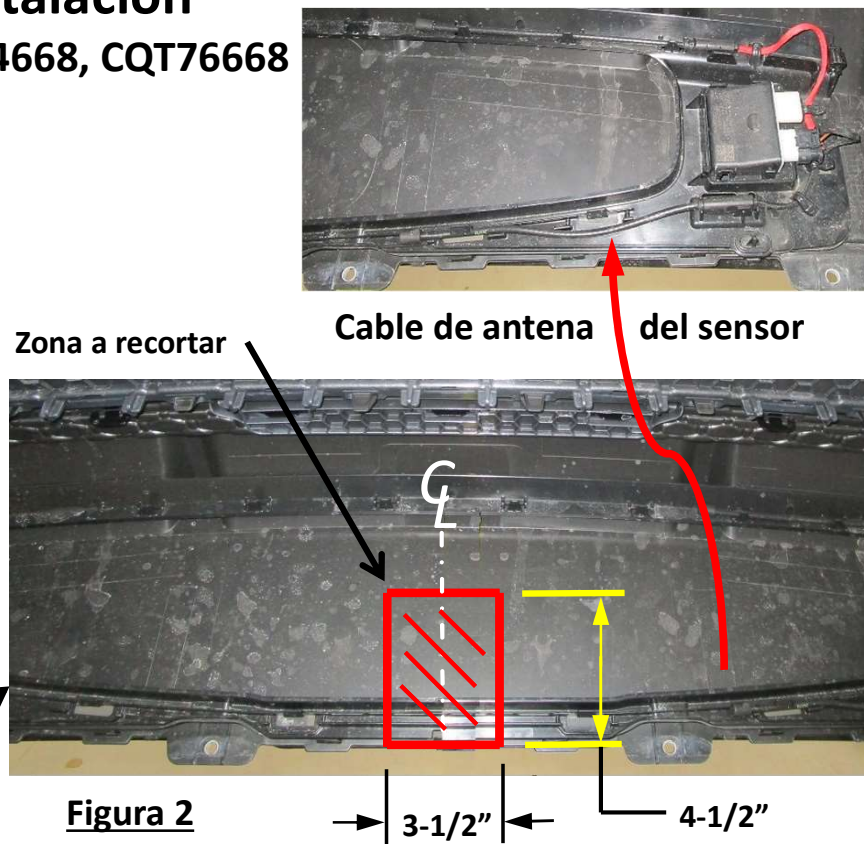

Figura 2
5. **Recorte la fascia del parachoques** - Con una cinta métrica y un rotulador, mida y marque la fascia del parachoques según la figura 2. Con una sierra de vaivén, recorte la fascia como se muestra.
NOTA IMPORTANTE: Si el cable de la antena del sensor se encuentra en el centro de la fascia del parachoques, desenganche el cable del sensor del interior de la fascia del parachoques y sáquelo de la zona del embellecedor central. **Figura 2.**